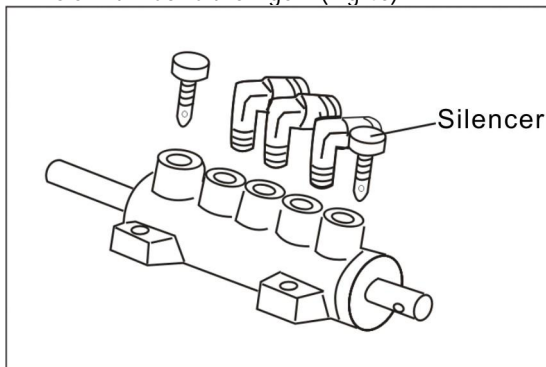

Fig.40
- Das Steuerventil und das Luftablassventil lösen und sie mit Druckluft reinigen. (Fig.40)